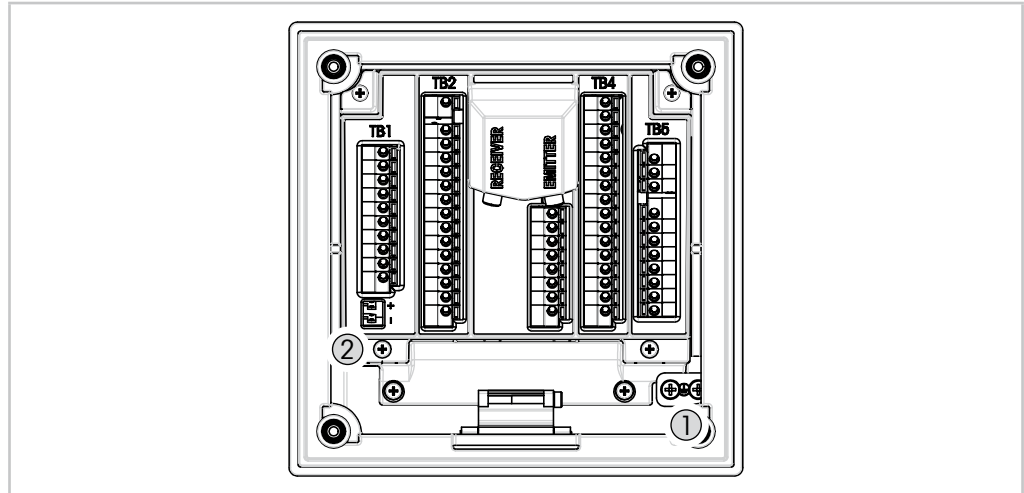

Fig. 12: Mise à la terre de la borne de mise à la terre et du fil de terre interne
3. Pour le modèle en acier inoxydable : reliez à la terre la borne de mise à la terre comme indiqué sur la Fig. 12, page 32. La section du fil de terre doit être supérieure à 0,8 mm2 (18 AWG).
Pour le modèle en acier inoxydable : reliez à la terre la borne de mise à la terre comme indiqué à la Fig. 12, page 32.